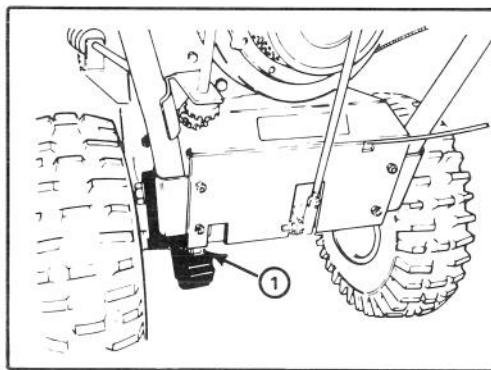

Abbildung 21
- Die Antriebskette einmal jährlich mit Ketten-schmierstoff schmieren (Abb. 21). Überschüssiges Öl aufwischen.